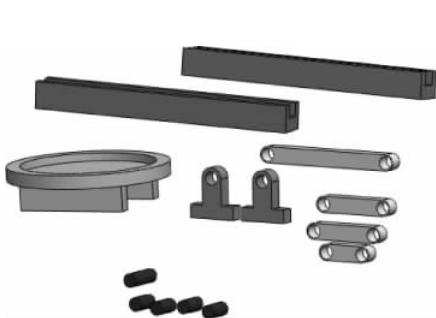

图 3-169 旋转零部件
(1) 为了便于进行配合约束,将零部件进行旋转。单击【装配体】工具栏中的  【移动零部件】下拉按钮 , 选择【旋转零部件】命令 , 弹出【旋转零部件】的属性设置, 此时鼠标指针变为图标 , 将零部件旋转至合适的位置, 单击【确定】按钮 , 如图 3-169 所示。